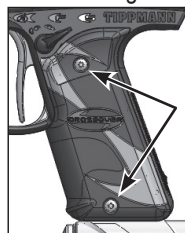
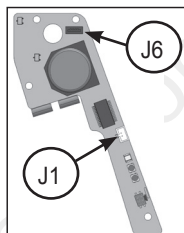

Figura 12: Tornillos de las Cubiertas del Mango
Figura 13: el conector J6 y J1
Circuitos (44), use una llave de Allen de 5/64" para remover los tornillos (61) de juntos lados de las Cubiertas del Mango (los tornillos del lado izquierdo se ven en la Figura 12).
- Remueva del Mango todo el Ensamble de la Cubierta del Mango (60).
- Remueva los tres tornillos (48) del tablero de circuitos Electrónicos.
- Remueva el **Circuito Flex** (43) de el conector J6 (ver figura 13) en el tablero de circuitos jalándolo hacia afuera.
- Remueva las **correas de alambre de la Bobina** (43) del conector J1 en el tablero de circuitos jalándolo hacia afuera del conector.